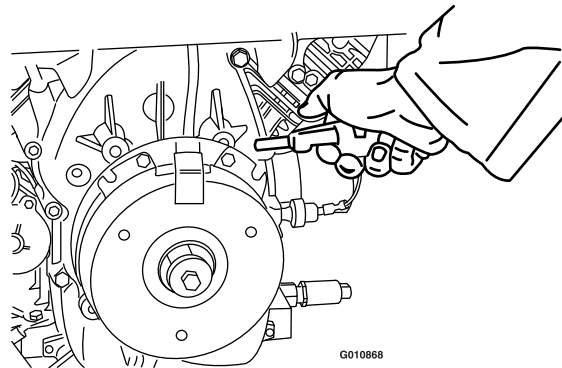

Figure 76
- Soufflez de l'air comprimé sous le pôle et autour des entretoises du frein pour éliminer tout débris (Figure 76).